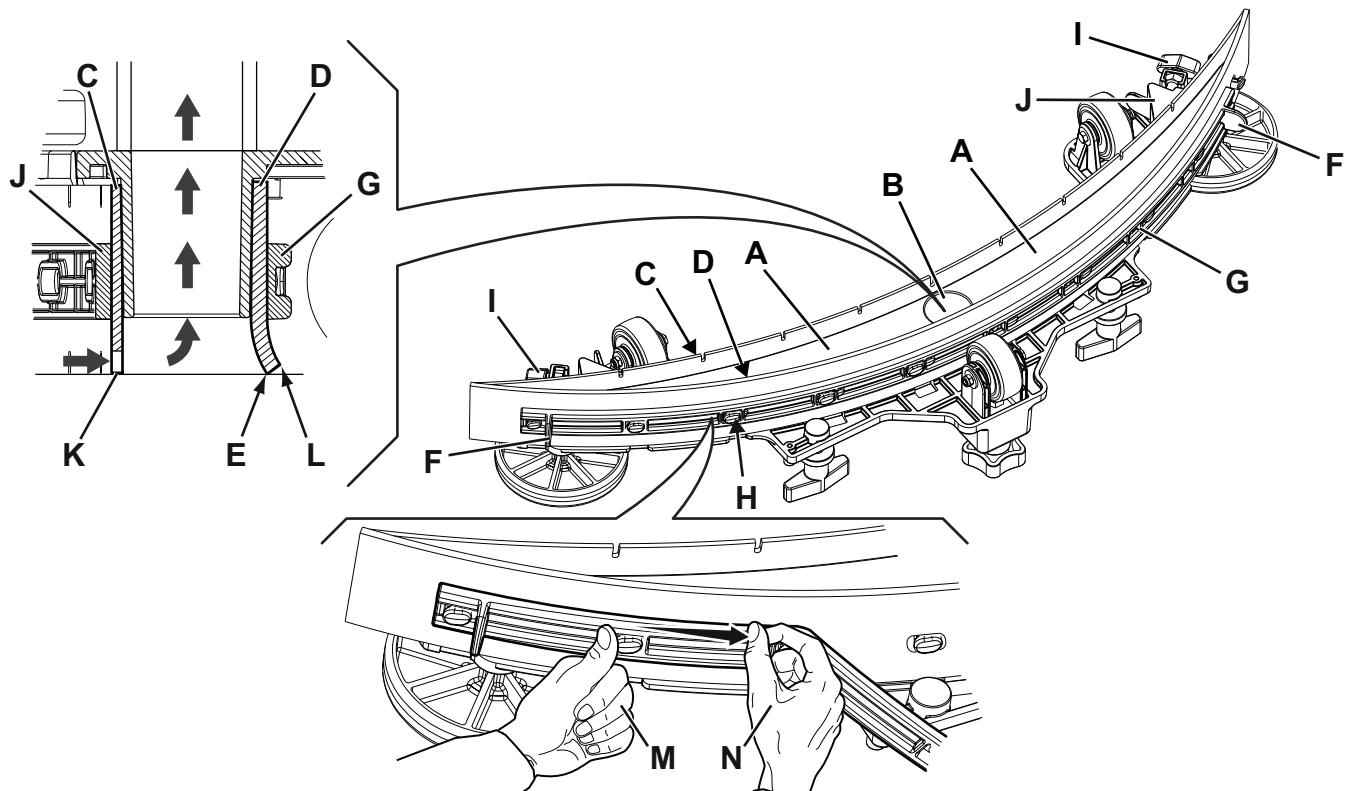

Abbildung 12
2. Sicherstellen, dass das Gerät ausgeschaltet und der Bedienerschlüssel (51) herausgezogen wurde.
3. Sterngriffe (14) lösen und Sauglippe (29) abnehmen.
4. Sauglippe abspülen und reinigen. Besonders den Schmutz und Abfälle von den Räumen (A, Abb. 12) und der Öffnung (B) beseitigen. Überprüfen, ob der vordere (C) und der hintere Gummi (D) unversehrt sind und keine Schnitten oder Risse aufweisen, gegebenenfalls wie im folgenden Abschnitt beschrieben austauschen.
2. Überprüfen, ob der vordere (C, Abb. 12) und der hintere Gummi (D) unversehrt sind und keine Schnitten oder Risse aufweisen, gegebenenfalls wie folgt austauschen. Überprüfen, ob die Vorderkante (E) des hinteren Gummis verschlossen ist. Gegebenenfalls Gummi umdrehen und eine der drei unversehrten Kanten als Vorderkante verwenden. Wenn auch die anderen drei Kanten abgenutzt sind, das Gummi wie folgt ersetzen:
- Mit der Lasche (F) das elastische Band (G) aus den Haltevorrichtungen (H) nehmen und entfernen, dann den hinteren Gummi (D) auswechseln/umdrehen.
- Das Gummi in der umgekehrten Reihenfolge des Ausbaus einbauen. Das elastische Band (G) an den Haltevorrichtungen (H) ausgehend von einer Seite fixieren. Jeweils an die Haltevorrichtungen binden, indem das Band vor dem Halten mit einer Hand (M) blockiert wird und es mit der anderen Hand (N) gezogen wird, um das Fixieren zu erleichtern.
- Sterngriffe (I) aufdrehen, Band (J) abnehmen und vorderen Gummi (C) austauschen/umdrehen.
3. Sauglippe (29) montieren und Sterngriffe (14) festdrehen.
- Überprüfen, ob das Ende (K) des vorderen Gummis (C) und das Ende (L) des hinteren Gummis (D) wie in der Abbildung gezeigt aufliegen.
- Zur Einstellung den Knopf (15) verwenden.